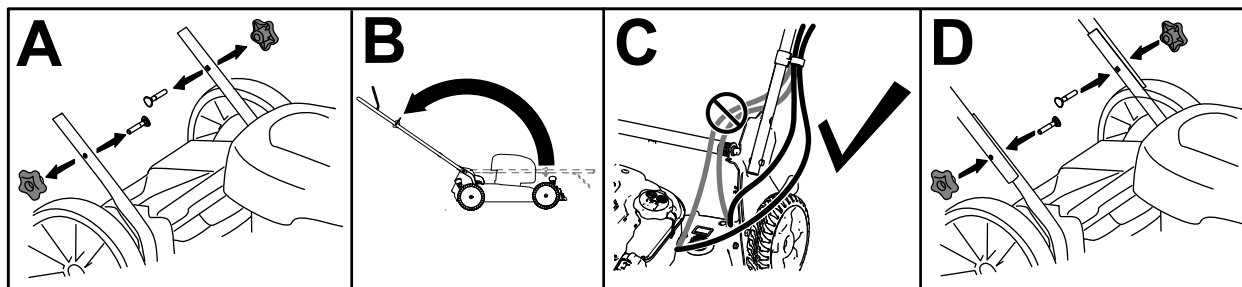

Bild 3
1. Entfernen Sie die Griffe und die entsprechenden Schrauben von den unteren Griffen (A in Bild 3).
2. Positionieren Sie den oberen Griff auf die unteren Griffen und klappen Sie dann den Griff aus (B in Bild 3).
3. Stellen Sie sicher, dass die Kabel an der Außenseite des Griffs verlegt sind (C in Bild 3).
4. Montieren Sie die Griffe mit den entsprechenden Schrauben und ziehen Sie diese von Hand fest an (D in Bild 3).